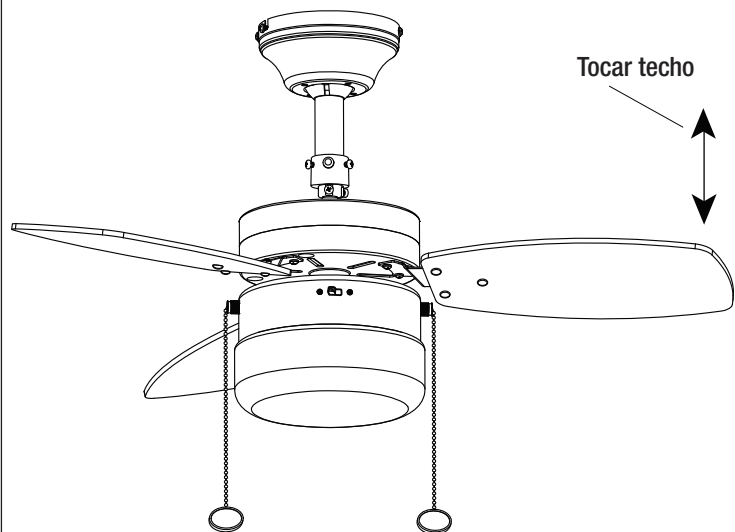

Figura 15
- La mayoría de problemas de bamboleo ocurren cuando los niveles de las aspas son desiguales. Compruebe este nivel seleccionando un punto en el techo sobre la punta de una de las aspas. Mida esta distancia como se muestra en la Figura 15. Gire el ventilador hasta que la siguiente aspa esté ubicada para medición. Repita para cada aspa. Las medidas deben estar dentro de 1/8 pulg.